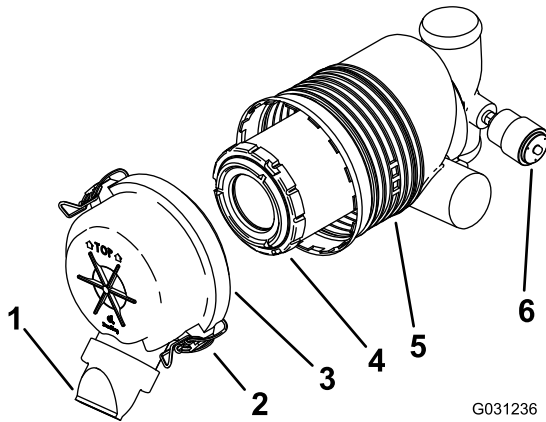

図 43
**重要**エアクリーナのフィルタの交換は、インジケータが赤色になってから行ってください 図 43。早めに整備を行っても意味がありません。むしろフィルタを外したときにエンジン内部に異物を入れてしまう危険が大きくなります。
5. エアクリーナのラッチを外し、ボディーからカバーを抜き出す 図 43。
- インジケータが透明であれば、ダストキャップを下に向けてエアクリーナカバーを取り付けてラッチを掛ける 図 43。
1. エアクリーナのボディーから、フィルタをはずかに引き出す (図 43)。
3. 注意深くフィルタを取り付ける 図 43。
4. ダストキャップを下に向けてエアクリーナカバーを正しく取り付け、ラッチを掛ける 図 43。